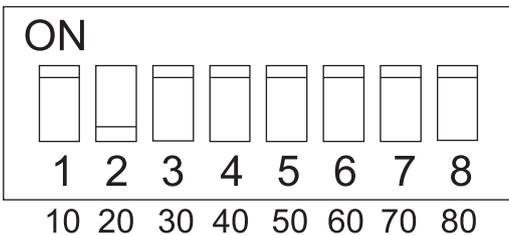
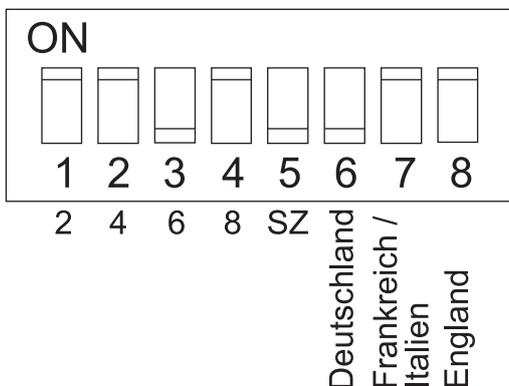

Abb. 3: Rohwasserhärte Zehnerstelle (DIP-Schalter 20)
Abb. 4: Rohwasserhärte Einerstelle (DIP-Schalter 21)
- Änderung der voreingestellten **Rohwasserhärte**: Die Rohwasserhärte Ihres Leitungswassers muss an der elektronischen Schaltung eingestellt werden (siehe DIP-Schalter 20 u. 21, Abb. 3 u. 4).
Mit Hilfe der beiden DIP-Schalter 20 und 21 wird dieser Wert an der elektronischen Schaltung eingestellt. Hierzu wird mit dem DIP-Schalter 20 (siehe Abb. 3) die Zehnerstelle und mit den Kontakten 1 bis 4 des DIP-Schalters 21 (siehe Abb. 4) die Einerstelle der Rohwasserhärte eingestellt.
(siehe Abb. 4). Die Summe aus der Zehner-Stelle und der Einer- Stelle beträgt in diesem Fall  $20\text{ }^{\circ}\text{dH} + 6\text{ }^{\circ}\text{dH} = 26\text{ }^{\circ}\text{dH}$ .